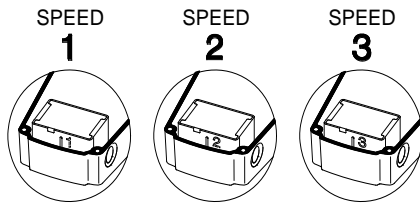

Рис. 11 Выбор скорости
3. Извлечь модуль переключателя скорости и установить его снова таким образом, чтобы требуемый номер скорости был виден в окне крышки клеммной коробки, как показано на рис. 11.